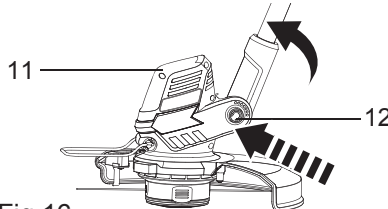

Fig.16
- > Pulse el botón de bloqueo (12) para ajustar el cabezal de corte (11) con un ángulo de inclinación apropiado. La articulación tiene siete posiciones de encaje entre 0 y 90° (Fig.16,17,18).